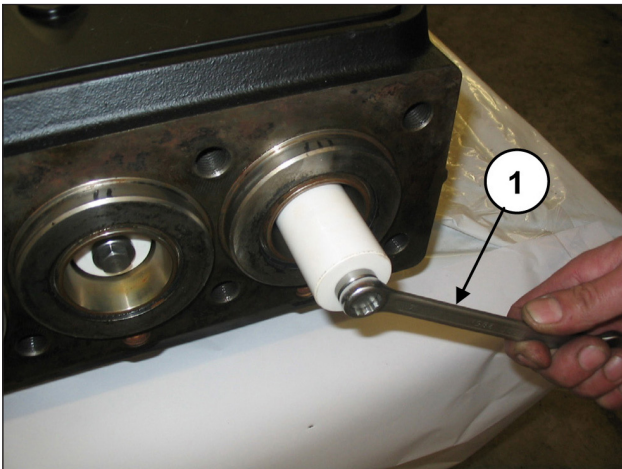

Abb. 111
Demontieren Sie die Kolben durch Abdrehen der Befestigungsschrauben (Pos. ①, Abb. 111).